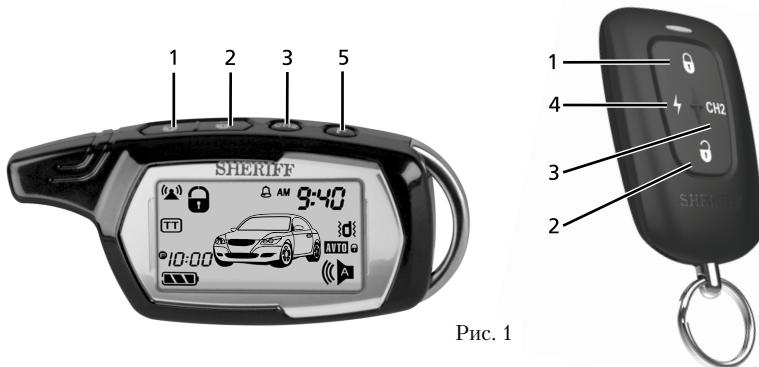

Рис. 1
- Нажмите и удерживайте кнопку 1 (см. рис. 1) первого передатчика, до тех пор, пока Вы не услышите длинный сигнал сирены, подтверждающий, что программируемое первого передатчика закончено (каналы передатчика будут запрограммированы автоматически). При этом СИД начнет редко мигать;
- Нажмите и удерживайте кнопку 1 (см. рис. 1) второго передатчика, до тех пор, пока Вы не услышите длинный сигнал сирены, подтверждающий, что программирование второго передатчика закончено. При этом СИД начнет редко мигать;
- Нажмите кнопку 1 (см. рис. 1) первого брелока-передатчика. Система подтвердит запись нового кода брелока в память звуковым сигналом;
- Нажмите кнопку 1 (см. рис. 1) второго брелока-передатчика. Система подтвердит запись нового кода брелока в память звуковым сигналом;